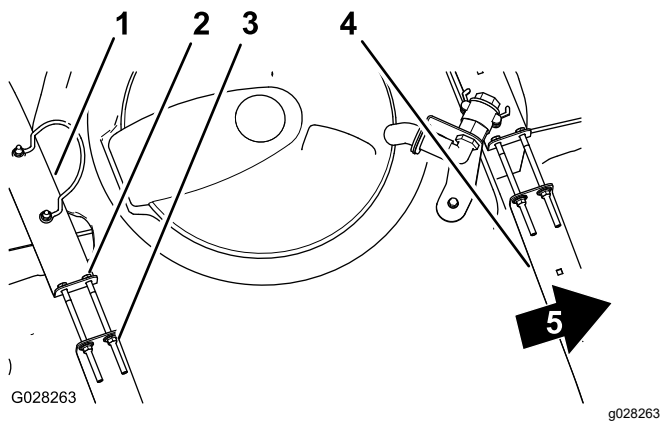

Рисунок 20
2. Убедитесь в отсутствии люфта между хомутами и баком (Рисунок 20).
3. Если хомуты вокруг бака ослаблены, затяните фланцевые контргайки и болты в верхней части хомутов заподлицо с поверхностью бака (Рисунок 20).